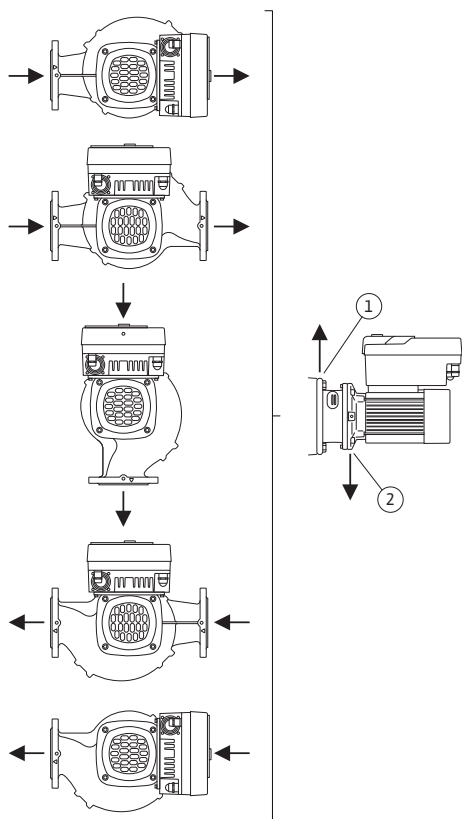

Fig. 19: Positions de montage autorisées avec arbre horizontal
- Pour un arbre de moteur horizontal, l'orifice d'évacuation des condensats doit obligatoirement être orienté vers le bas (Fig. 19, pos. 2). Le cas échéant, le moteur doit être tourné.